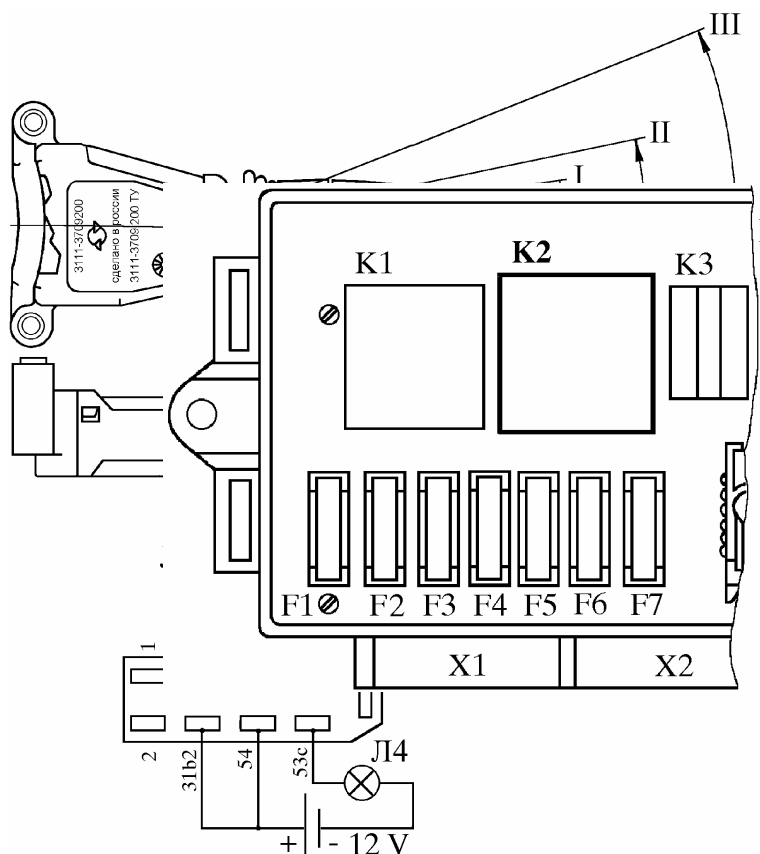

Рис. 4. Проверка работоспособности переключателя стеклоочистителя
5.2.5.3. К штекерам соединительной колодки переключателя стеклоочистителя подключить питание от аккумуляторной батареи и электролампы, как показано на рис. 4.